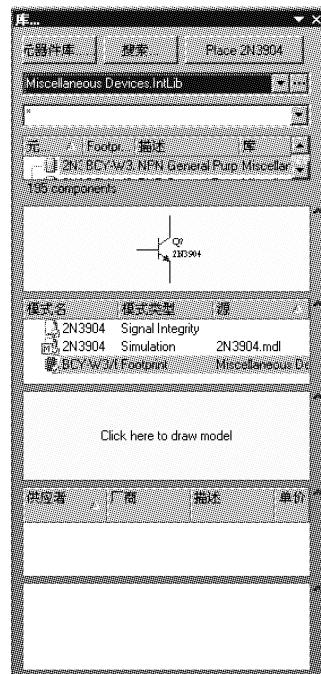

图 3-24 “元件库”面板
(2) “元件库”面板：该面板如图 3-24 所示，在该面板中可以浏览当前加载了的所有元件库，通过该面板可以在原理图上放置元件，此外还可以对元件的封装、SPICE 模型和 SI 模型进行预览。